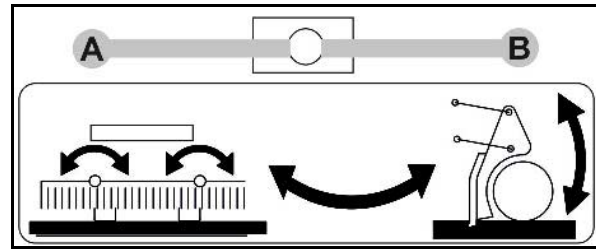

Рис. 99
8. Установите рычаг селектора (Рис. 99/1) в положение **В**.
- Держите шаровой кран (Рис. 99/1) в положении **В**,